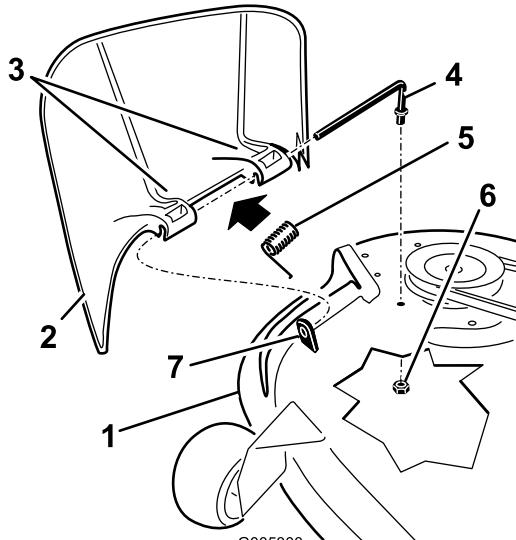

Bild 54
1. Machen Sie die in Bild 54 gezeigten Teile ausfindig.
2. Nehmen Sie die Mutter (3/8 Zoll) aus der Stange unter dem Mähwerk ab (Bild 54).
3. Schieben Sie die Stange aus dem kurzen Vorsprung, der Feder und dem Ablenkblech (Bild 54). Entfernen Sie defekte oder abgenutzte Ablenkbleche.
4. Montieren Sie das Ablenkblech (Bild 54).
6. Setzen Sie die Feder mit den Enddrähten nach unten auf die Stange, zwischen die Ablenkblechhalterungen. Schieben Sie die Stange durch die zweite Halterung am Grasablenkblech (Bild 54).
7. Schieben Sie die Stange vorne am Ablenkblech in den kurzen Vorsprung am Mähwerk. Befestigen Sie das hintere Stangenende mit einer Mutter (3/8 Zoll) am Mähwerk (Bild 54).